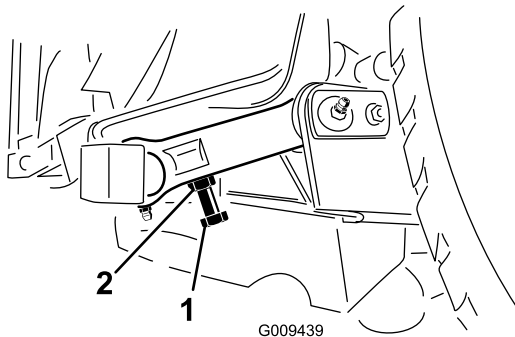

**Figura 31**
Para asegurar la operación correcta de la unidad de corte, debe haber una separación de entre 10 y 16 mm entre los extremos de las cuchillas de las carcasas de corte laterales y central (Figura 31).
2. Gire una cuchilla central y una cuchilla lateral de manera que las puntas estén alineadas. Mida la distancia entre los extremos de las cuchillas (Figura 31).